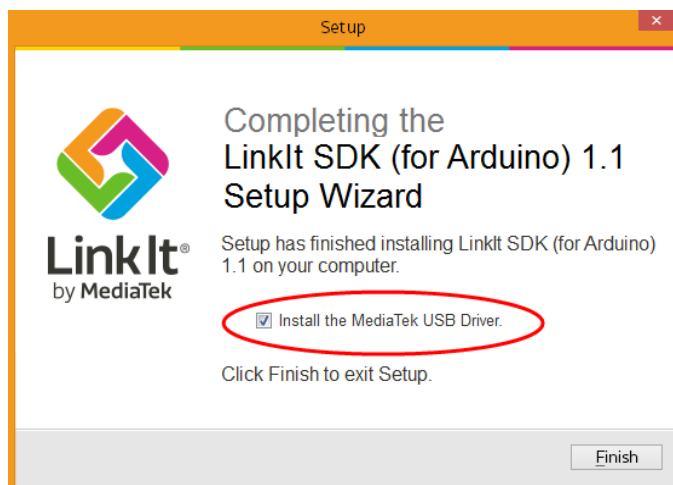

图 6 在结束前请框选 install the MediaTek USB driver
- 6) SDK 安装完成后的对话框如图 6 所示。如果您是首次安装 SDK，在按下 **Finish** 之前请确保框选 **Install the MediaTek USB Driver**。